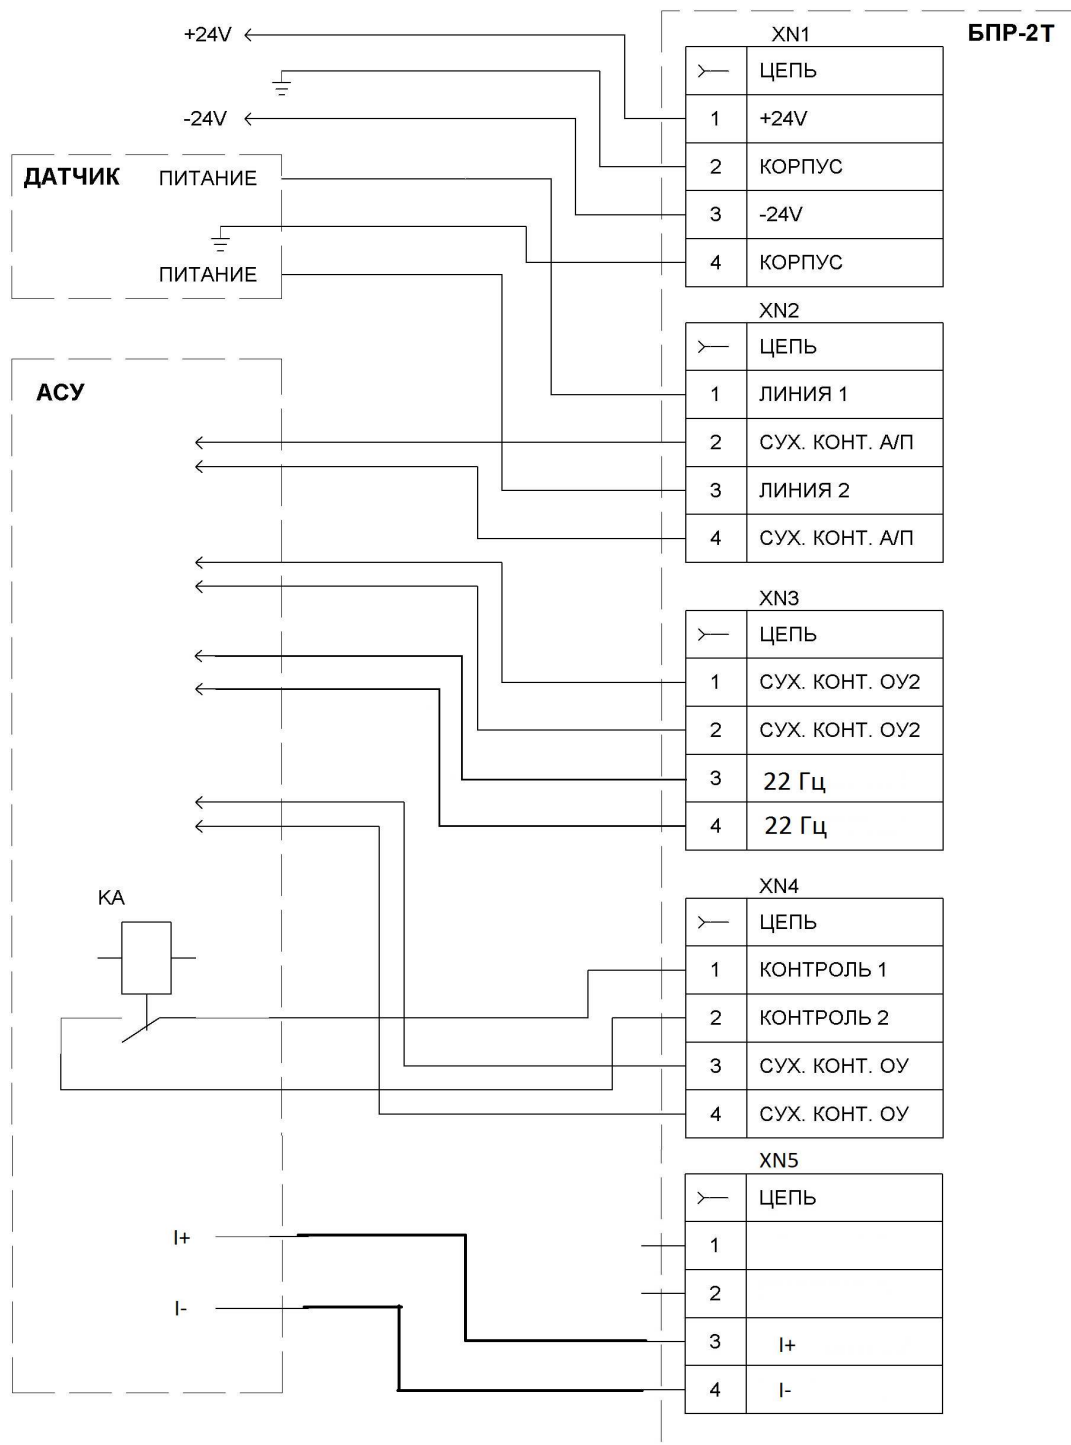

Рисунок 9 – Монтажная схема сигнализатора ДПС-9А в составе с блоком питания и регистрации БПР-2Т.
2.9.2 Проверить правильность подключения датчика сигнализатора ДПС-9А к блоку питания и регистрации БПР-2Т, см. рисунок 9, а также п. 2 Данного руководства.